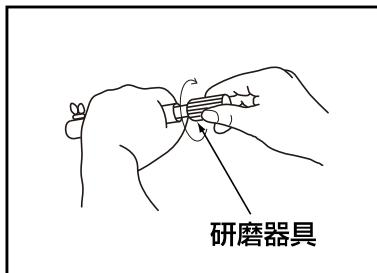

図49
3. 肩抜き工具本体を左手で保持して、右手で研磨器具を右方向に軽く5~6回、回転させて研磨してください。 図49 参照